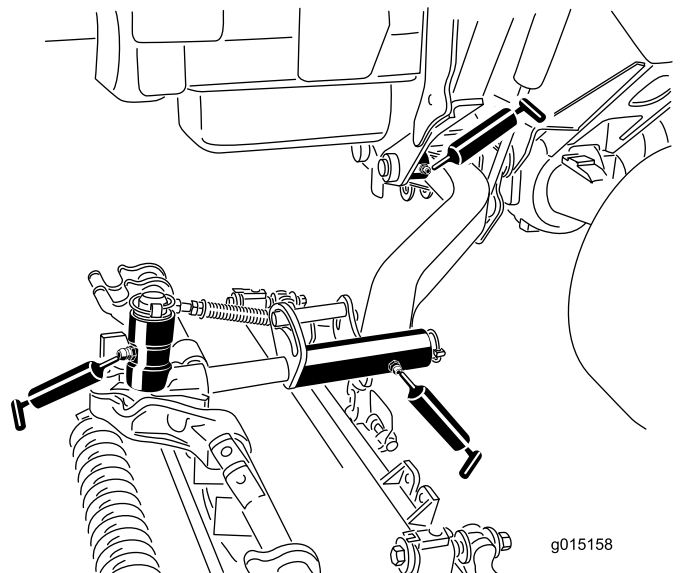

Figura 71
- Casquillos de pivote de los brazos de elevación (1 por unidad de corte); consulte Figura 71
- Bastidor de tiro de la unidad de corte (2 por unidad de corte); consulte Figura 71
- Pivotes de los brazos de elevación de las unidades de corte (1 por unidad de corte); consulte Figura 71